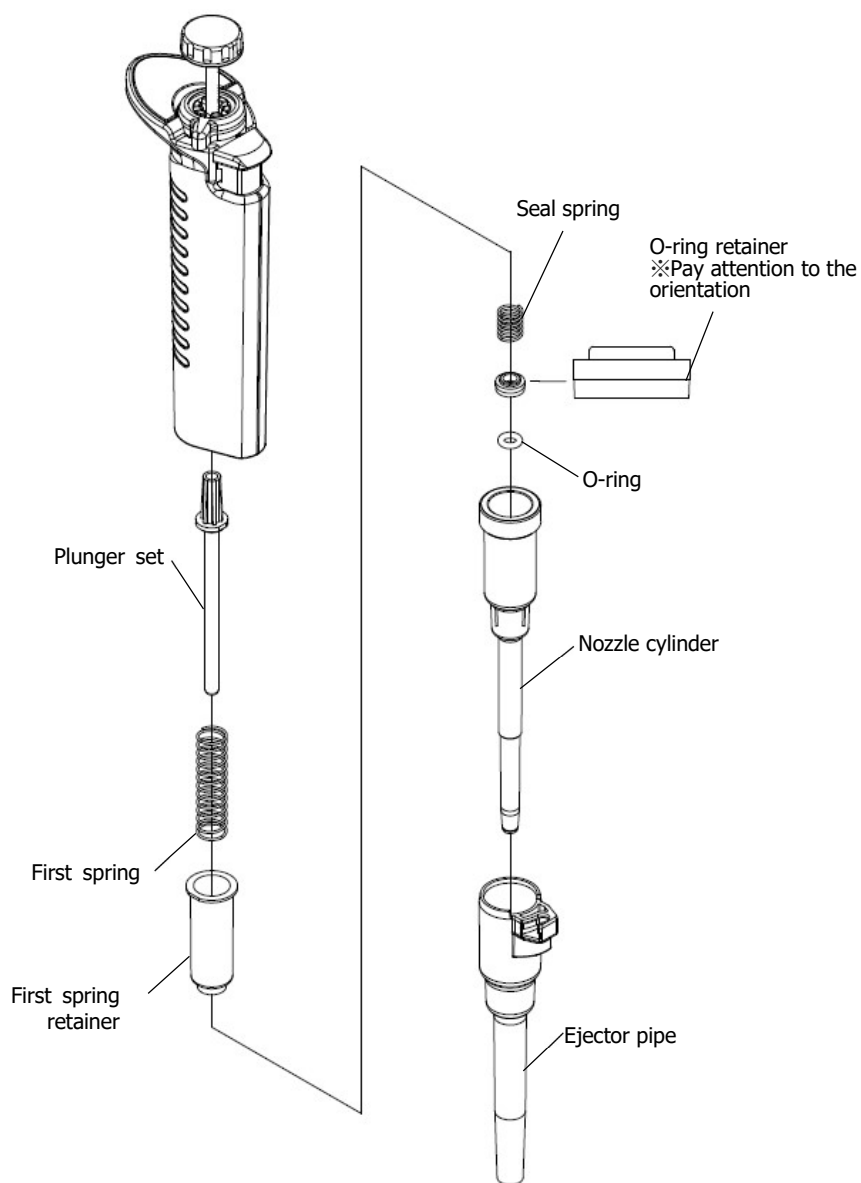
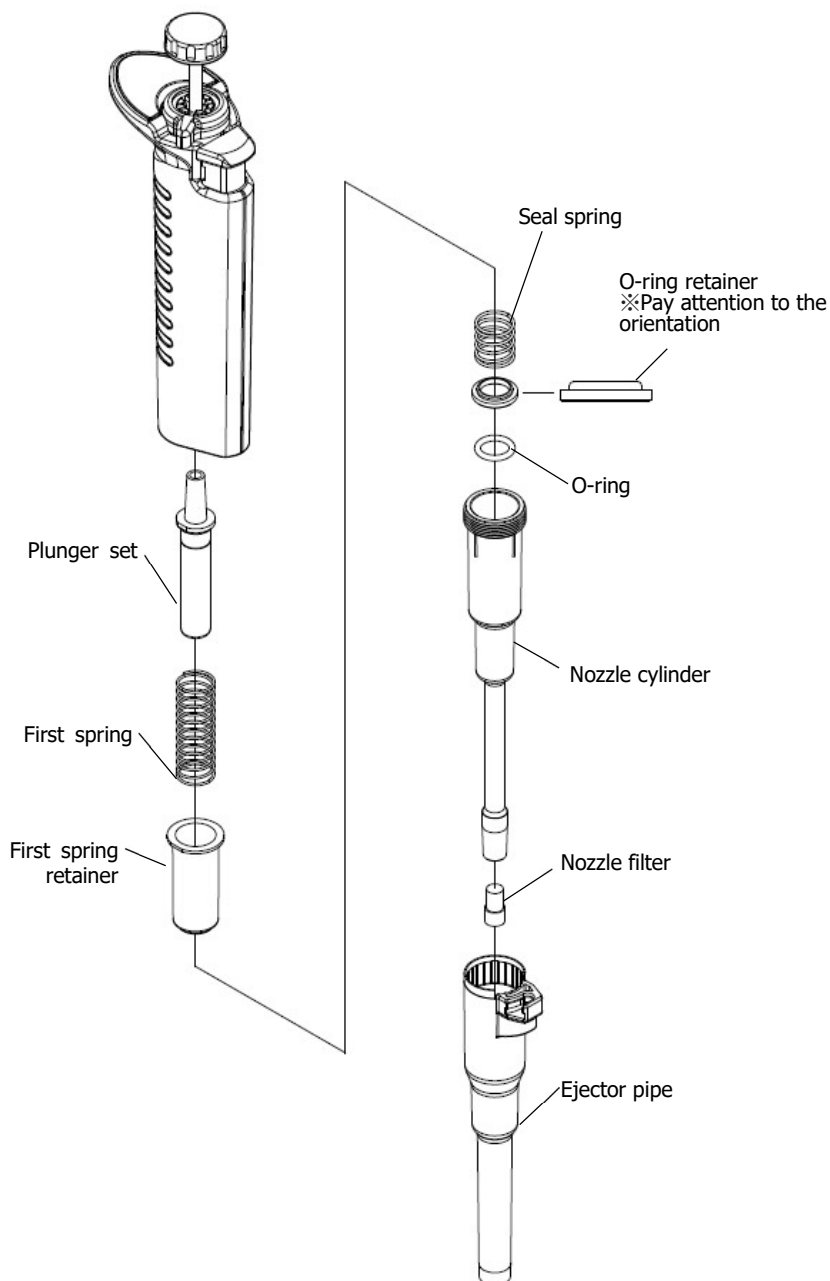

Fig. 4-5
Fig. 4-6
- 200 μ L : (Fig.4-5), 1000 μ L : (Fig.4-6)